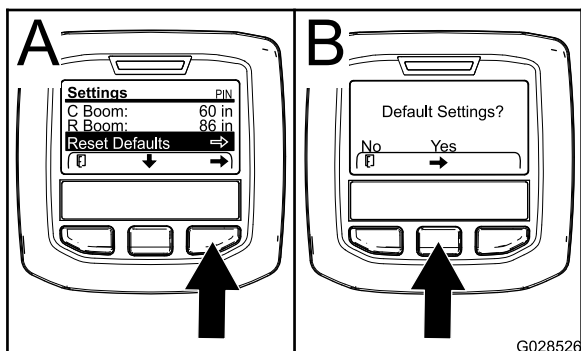

Figura 74
- Apăsai butonul de selectare central pentru a accesa opțiunea Reset Default (Resetare la setări implicite) (Figura 74).
- În ecranul Default Settings (Setări implicite), apăsați pe butonul de selectare din stânga pentru NO (Nu) sau butonul de selectare din dreapta pentru YES (Da) (Figura 74).